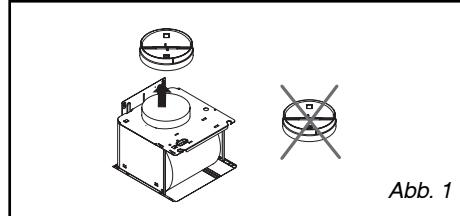

Abb. 1
- Die Rücklaufklappe entfernen (Abb. 1).